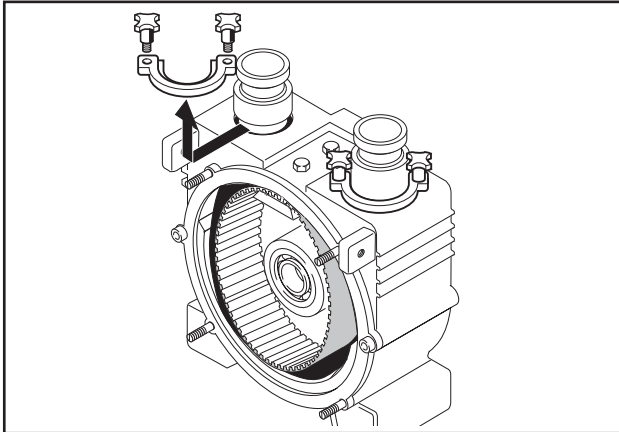

Abb. 17 Demontage Halteklauen
7. Beide Halteklauen für den Förderschlauch lösen und abnehmen (Abb. 17).